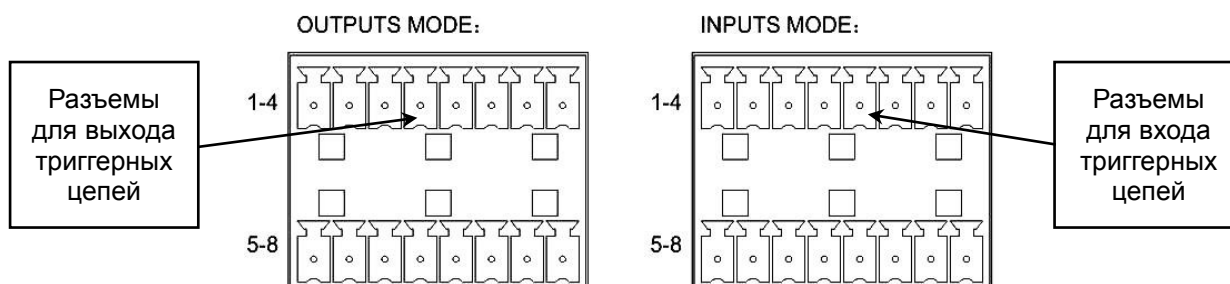

Рис. 4.15. Фрагмент задней панели коммутатора LPA-EVA-MS с разъемами подключения линий триггерных сигналов
- CH** (канал): **01 02 03 04 05 06 07 08** (список каналов интерфейса управляющих сигналов, работающих в установленном режиме **НЗ/НО** или **ОК**). Физическое расположение разъемов каналов на задней панели показано на Рис. 4.15.